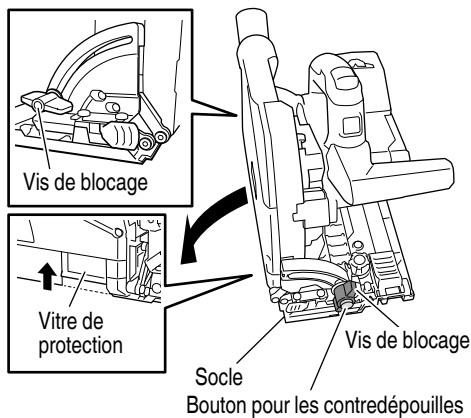

Fig. 18
**2. Inclinaison de la lame de scie pour les coupes en biais (Fig. 18)**